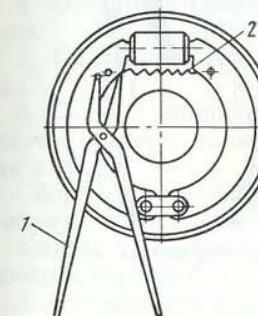

Рис. 222. Снятие и установка стяжной пружины тормозных колодок:
3. Снять стяжную пружину тормозных колодок. Для снятия и установки пружин пользоваться специальными щипцами (рис. 222).